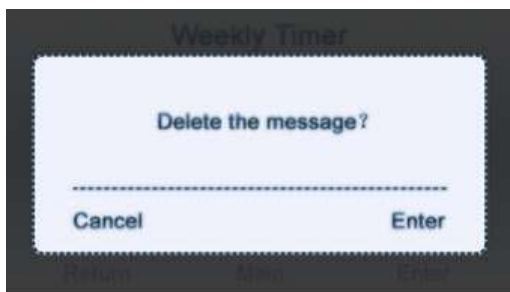

Рис. 4
- В интерфейсе „Недельный таймер”/„Weekly timer” наведите курсор на значок , нажмите клавишу „право” или „влево”, чтобы выбрать значок , затем нажмите клавишу „Enter” для вывода всплывающего окна, показанного на Рис. 4. Затем нажмите левую или правую клавишу, чтобы удалить (Cancel) или оставить (Enter) программу таймера.